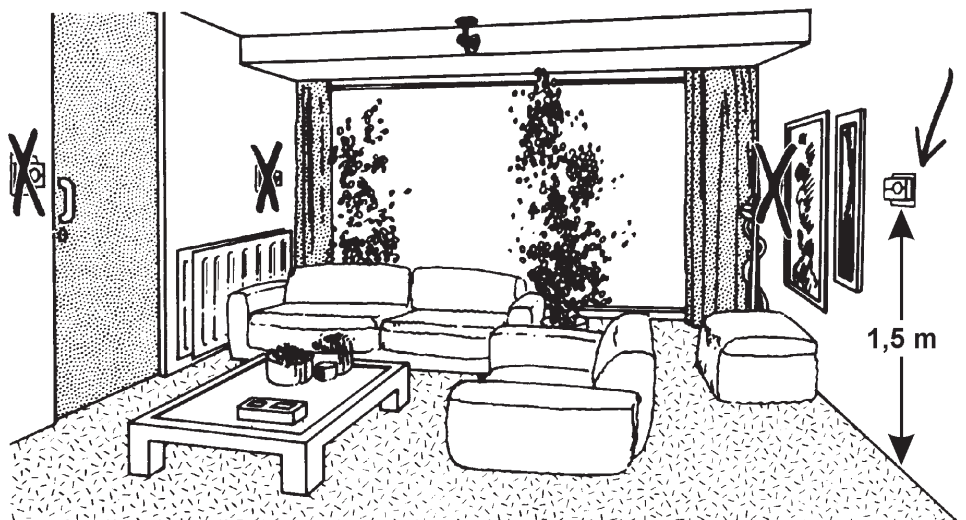

Figura 20 - Posizionamento corretto del termostato ambiente/cronotermostato
Installare il termostato ambiente in un punto della zona asservita dal circuito di "Riscaldamento 2" la cui temperatura, sia il più possibile quella caratteristica e comunque in una zona **non** soggetta a repentini sbalzi di temperatura, lontano da finestre o porte che danno direttamente all'esterno (vedere figura 20).
- collegare l'altro capo del cavo, alla sonda di temperatura "17" di figura 20;
- collegare ai morsetti 9, 10 e "terra" siti nella morsettiera di collegamento della caldaia "13" di figura 1, un cavo elettrico tripolare (Linea, Neutro e Terra) a doppio isolamento, con sezione minima di 1,5mm² e resistente ad una temperatura minima di 70°C (caratteristica T) e portarlo fino alla pompa del bollitore (vedi figura 20 particolare "16") e collegarlo ai morsetti della pompa stessa;
Installare il termostato ambiente in un punto dell'abitazione la cui temperatura, sia il più possibile quella caratteristica dell'abitazione e comunque in una zona **non** soggetta a repentini sbalzi di temperatura, lontano da finestre o porte che danno direttamente all'esterno (vedere figura 20).
Installare il comando remoto tipo CR04 in un punto dell'abitazione la cui temperatura, sia il più possibile quella caratteristica dell'abitazione e comunque in una zona **non** soggetta a repentini sbalzi di temperatura, lontano da finestre o porte che danno direttamente all'esterno (vedere figura 20).